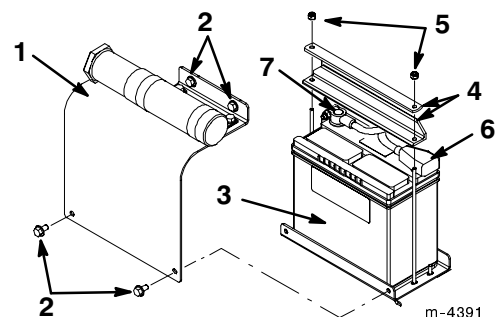

Abbildung 4
- Die vier Schrauben entfernen, mit denen die Batterieabdeckung befestigt ist, und die Abdeckung abnehmen (Abb. 4).
- Die Muttern und Stangen entfernen, mit denen die Batterie befestigt ist (Abb. 4).
10. Die Batterie auf ihrer Platte anbringen (Abb. 4).
11. Die Batterie mit den zuvor entfernten Stangen und Muttern in der Grundplatte befestigen (Abb. 4).
12. Das positive (rote) Kabel an der positiven (+) Batterieklemme anschließen (Abb. 4). Die Gummiabdeckung über die Batterieklemme schieben.
13. Das negative (schwarze) Kabel an der negativen (-) Batterieklemme anschließen (Abb. 4).
14. Die Batterieabdeckung anbringen (Abb. 4).